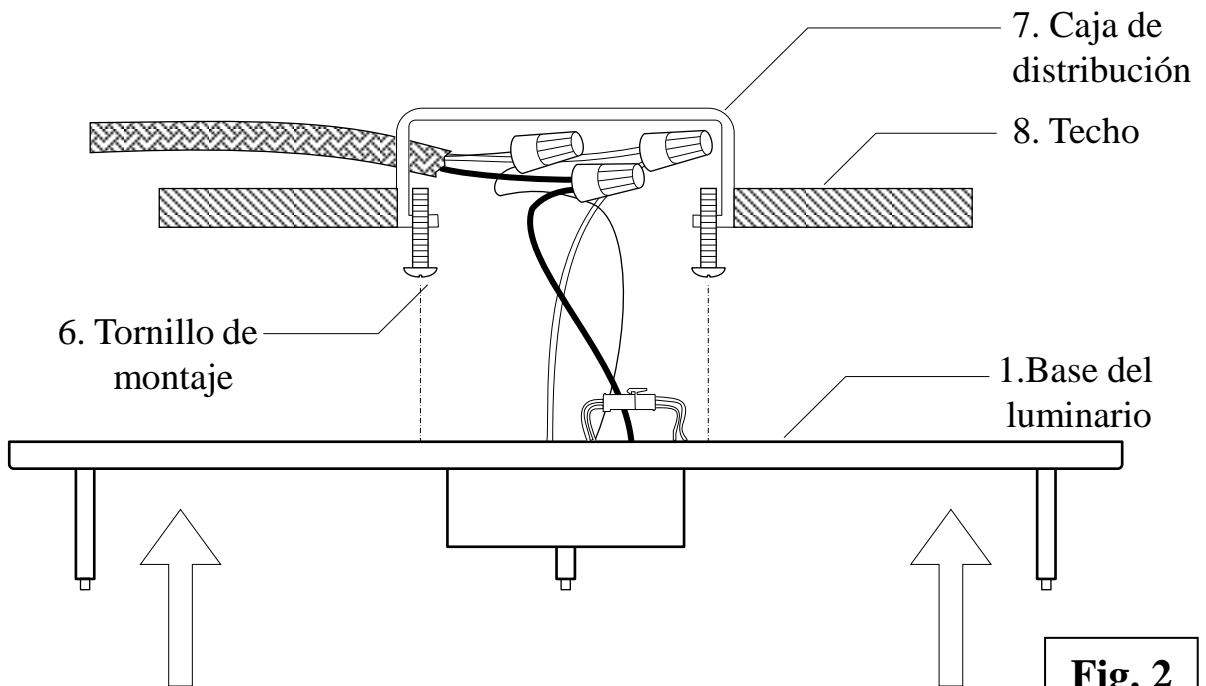

Fig. 2
4. Meta con cuidado todos los cables y conexiones de cables en la caja de distribución (#7). Coloque la base del luminario (#1) sobre la caja de distribución (#7) y en los tornillos de montaje (#6), asegurándose de que pasen por los agujeros de bocallave (#15) (**Fig. 2**).